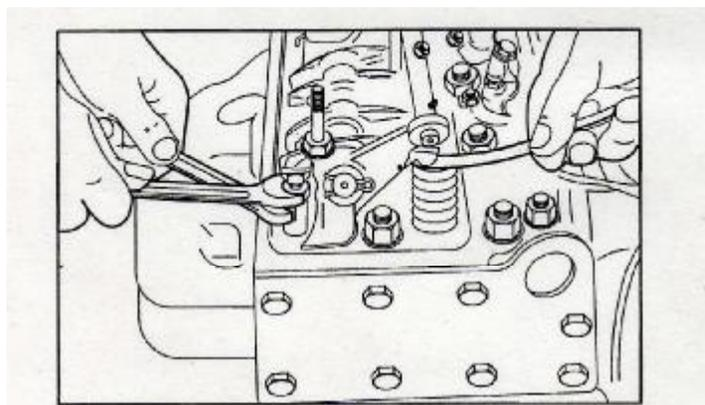

Рис. 3-2 Настройка зазора клапанов
2. Ослабьте регулировочную контргайку; щупом проверьте зазор между коромыслом и клапаном (0,25 мм – впускной клапан; 0,30 мм – выпускной клапан); регулировочным винтом установите нужный зазор; не вынимайте щуп; затяните регулировочную контргайку. После извлечения щупа проверьте зазор еще раз, как показано на Рис. 3-2.